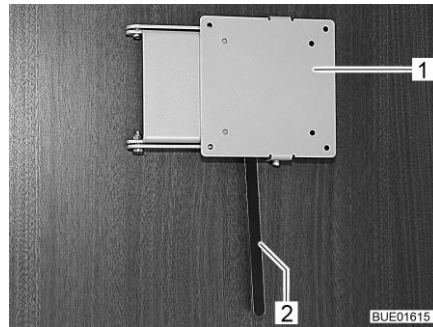

Bild 93 Halterung mit Entriegelungshebel
- Den Entriegelungshebel (Bild 93,2) zur Seite drücken und die Halterung (Bild 93,1) mit dem Flachbildschirm in die gewünschte Position drehen.
- Flachbildschirm zurückdrehen, bis die Halterung (Bild 93,1) in die Verriegelung einrastet.